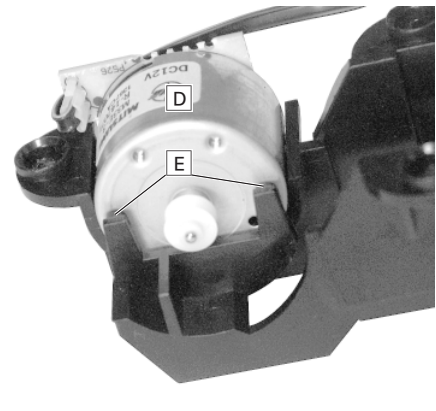

Fig. 21
- Den Motor ⊣ vorsichtig nach hinten aus den Rastungen ⊤ drücken und herausnehmen (Fig. 21).
- Push the motor ⊣ carefully backwards out of the catches ⊤ and remove it (Fig. 21).